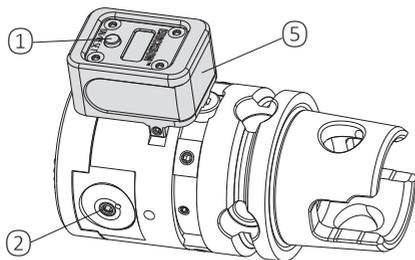
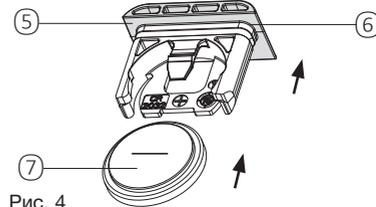

Рис. 2
Рис. 4
Замена аккумулятора (рис. 2, 4)
Для замены извлеките батарейный отсек ⑤ (Рис. 2, 4) из устройства, удалите старый аккумулятор и утилизируйте его надлежащим образом. Установите новый аккумулятор, как показано на Рис. 4. Затем поместите батарейный отсек обратно в блок устройства.